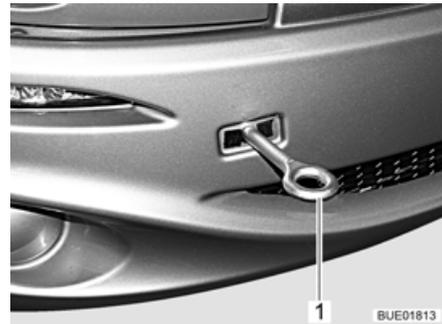

Fig. 47 Argolla de remolque, montada
- Montar la argolla de remolque (Fig. 47,1) conforme a las indicaciones en las instrucciones de funcionamiento del vehículo básico.